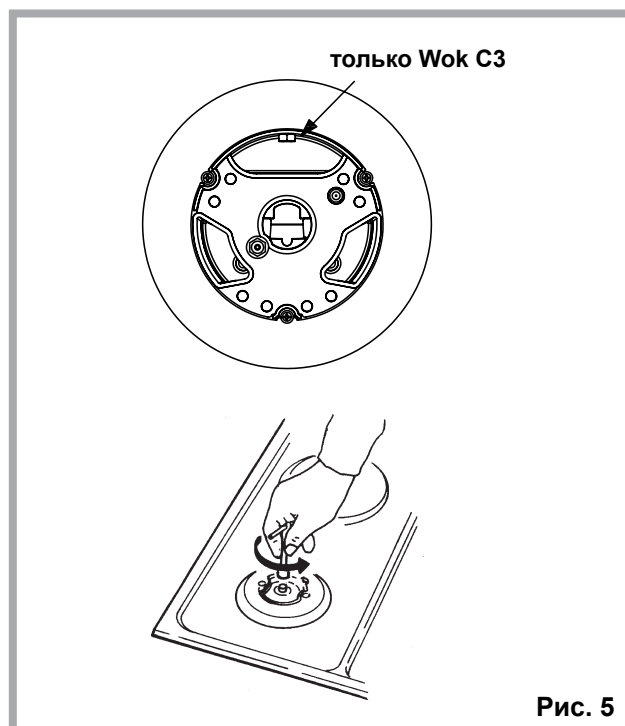

Рис. 5
Адаптация к различным типам газа (рис. 5)
- замените жиклеры (рис. 5) соответствующими типу газа, который будет использоваться (см. табл. Характерист икигорелки жиклеров);